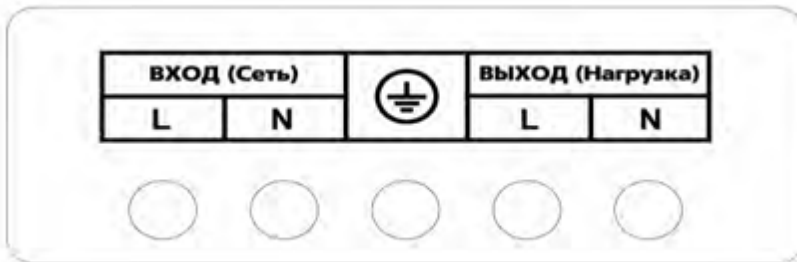

Рис.4. STW-5000NP и STW-10000NP
На задней панели моделей STW-5000NP и STW-10000NP (рис.4) установлены
9. Для моделей STW-5000NP, STW-10000NP: подключите нагрузку к выходным клеммам. Убедитесь в надёжности контактных соединений (рис.4).